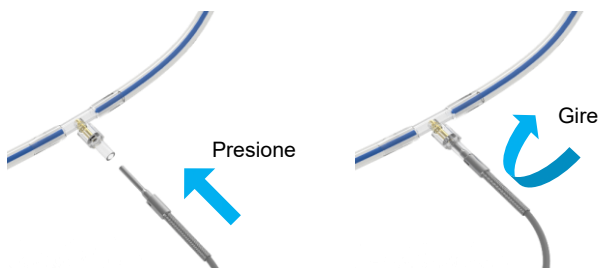

Figura 14 Conexión del sensor de temperatura al equipo de perfusión
- Conecte el sensor T2 a la línea de perfusión, Figura 14; se encuentra en la salida del recipiente para el riñón.